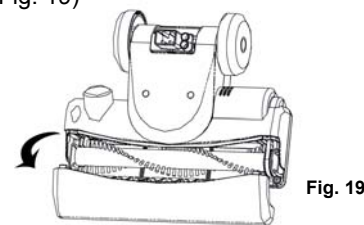

Fig. 19
- Retirez le couvercle de la brosse. (Fig. 19)